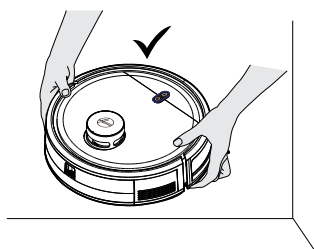

Fig. 19
**VIKTIG:** Forsikre deg alltid om at apparatet er skrudd av før du utfører vedlikehold. Løft og bær alltid roboten med begge hender, og pass på at den holdes i vannrett stilling. [Fig. 19]